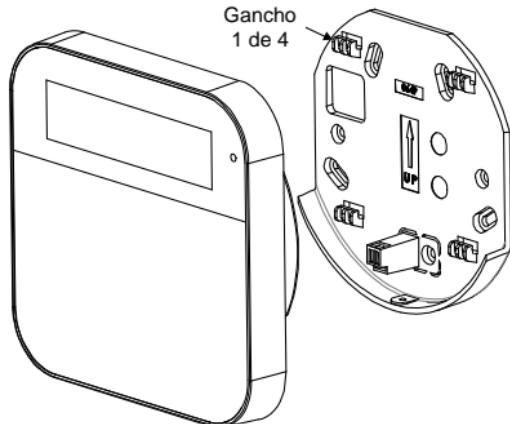

Figura 2
3. Coloque el teclado inalámbrico en el soporte de montaje deslizando el teclado en los cuatro ganchos del soporte (ver Figura 2).